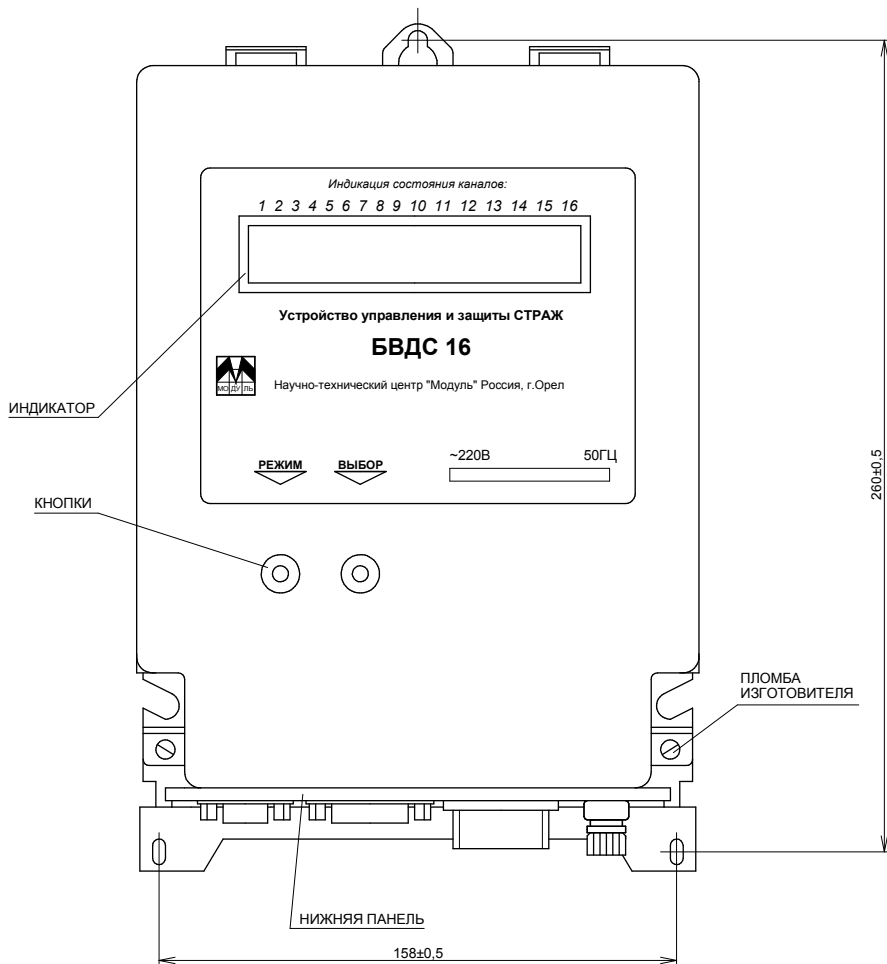

Рисунок 1
5.1 Конструктивно устройство выполнено в пластмассовом корпусе настенного исполнения. Внешний вид устройства приведен на рис.1.